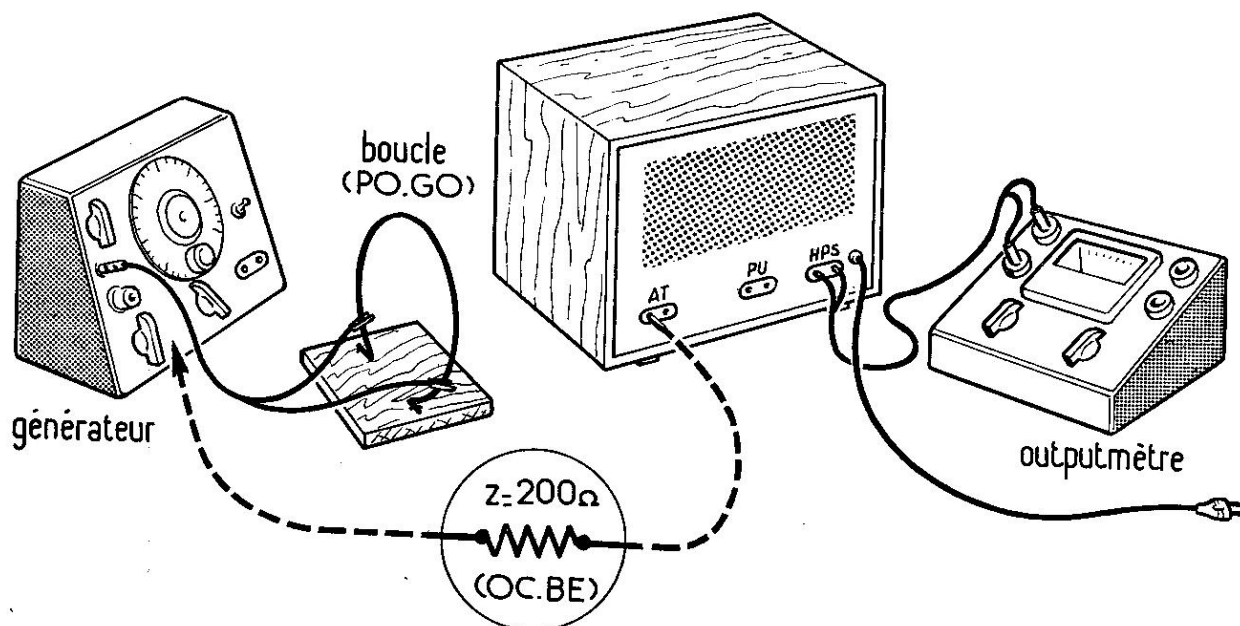

Fig. 1. - Disposition des appareils pour les réglages.
- A l'aide d'un fil de cuivre de diamètre 3 mm, réaliser une boucle de 15 à 20 cm de diamètre, dont les extrémités seront reliées aux deux bornes de sortie du générateur H.F. (Fig. 1).